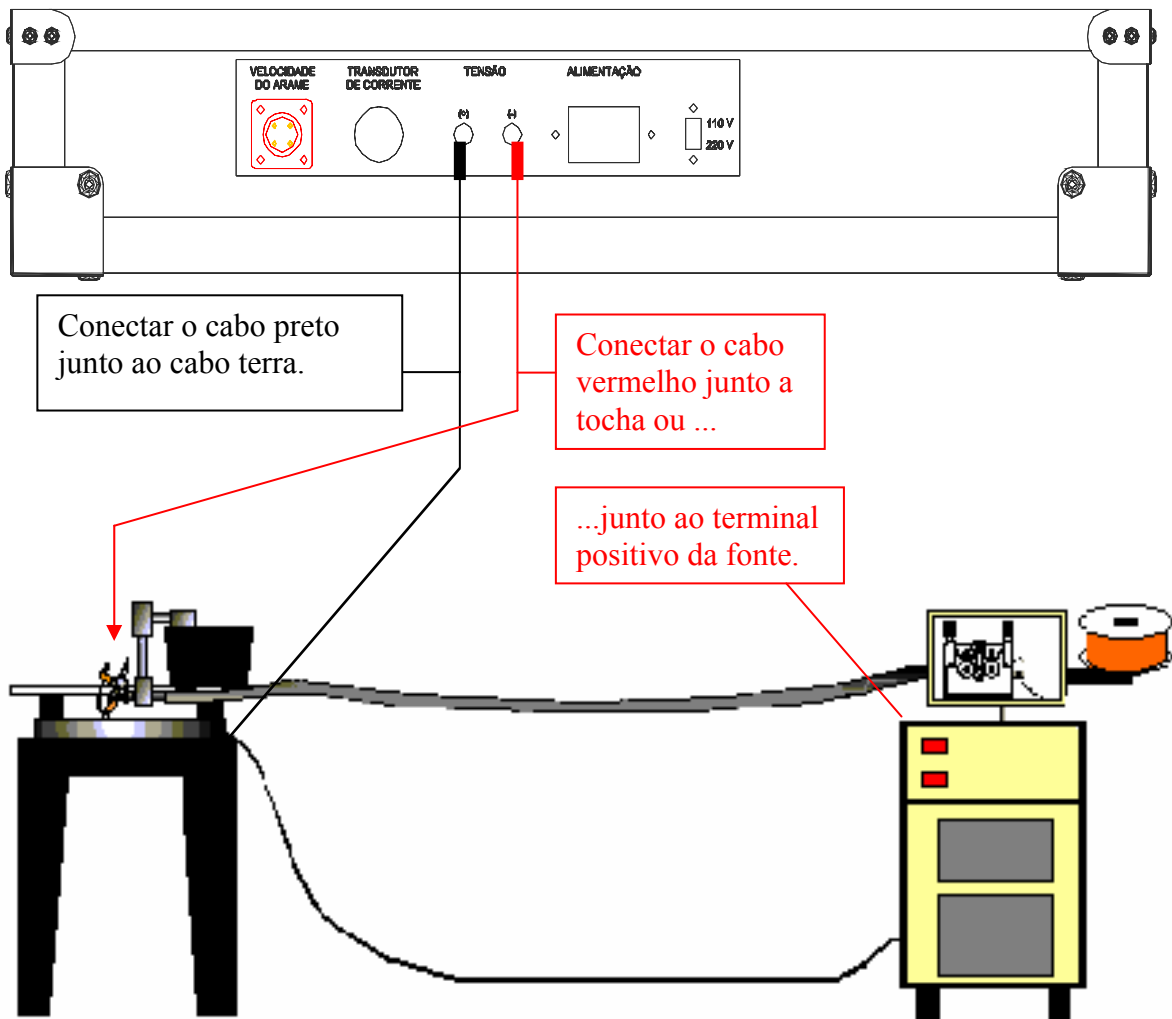

Fig. 4: Conexões para aquisição de tensão.
3.3.1 - Conexões da tensão: utilizando os cabos que acompanham o instrumento, fazer as conexões conforme indica a Fig. 4. Quanto mais próximo do arco forem as conexões, mais real será o sinal obtido